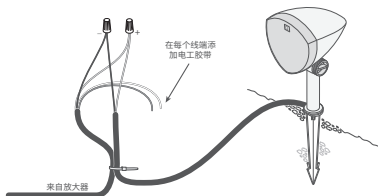

图 5
- 从离放大器最近的扬声器开始, 根据下表剥去相应放大器通道的埋地线切割端 3/4 英寸 (1.9 厘米) 的绝缘层, 然后剥去相应扬声器尾纤末端的绝缘层。用电工胶布包裹所有未使用的线缆, 以防受潮和短路 (见图 5)。
- 用扎带将直埋电缆连接到扬声器尾纤 (见图 5)。